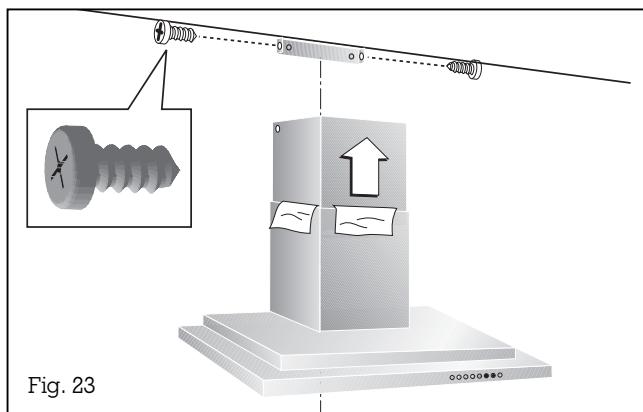

Fig. 23
- Tirez la partie supérieure de la cheminée vers le haut pour l'amener dans sa position définitive puis fixez-la au support de plafond, avec 2 vis (fig. 23).